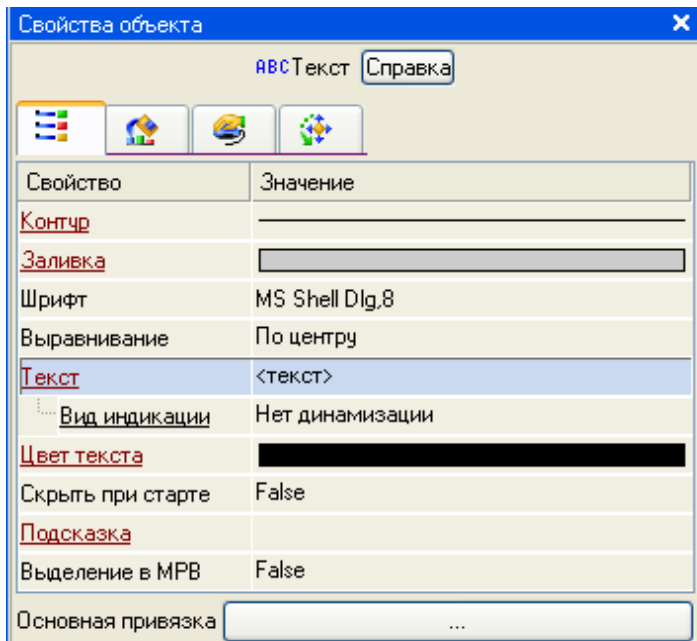

Рисунок 2.3 – Вибір виду індикації
- подвійним натисненням ЛК на рядку **Текст** викликати меню **Вид індикації** (рис. 2.3).